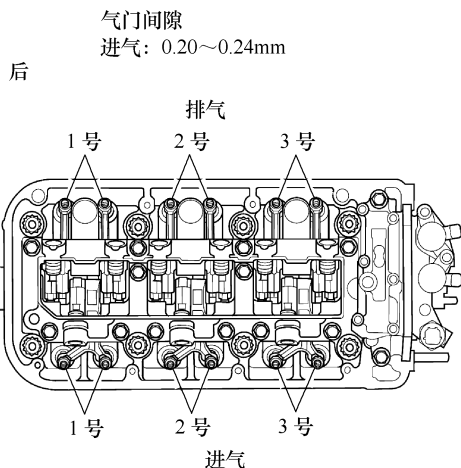

图 2-12 选择塞尺 (一)
3) 对于进行检查的气门，选择厚度合适的塞尺，见图 2-12 和图 2-13。